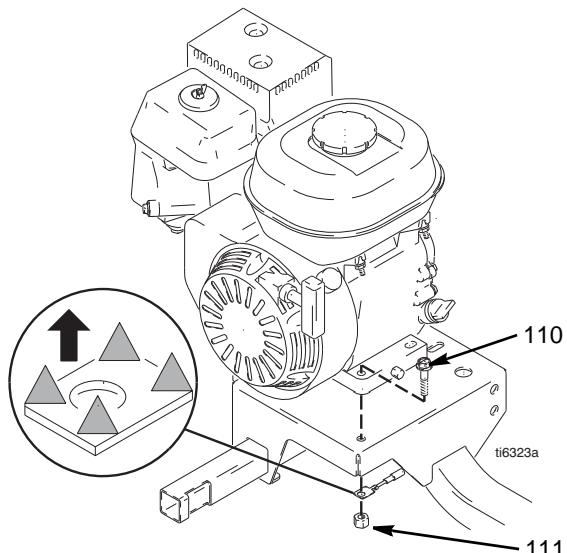

FIG. 13
3. FIG. 13. Fjern to låsemuttere (111) og skruer (110) fra motorens bunn.
2. FIG. 13. Sett to skruer (110) i bunnen av motoren og fest dem med låsemuttere (111). Trekk til med et moment på 20 ft-lb (27.12 N·m).
- Fig. 13.Ta ut to skruer (108) og åpne dekslet (62a).